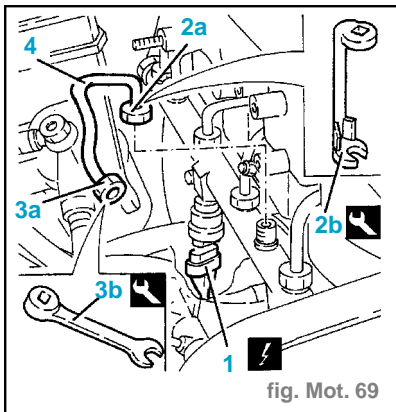

fig. Mot. 69
- Déconnecter le raccord électrique (1) du capteur de la pression du combustible. (fig. Mot. 69)